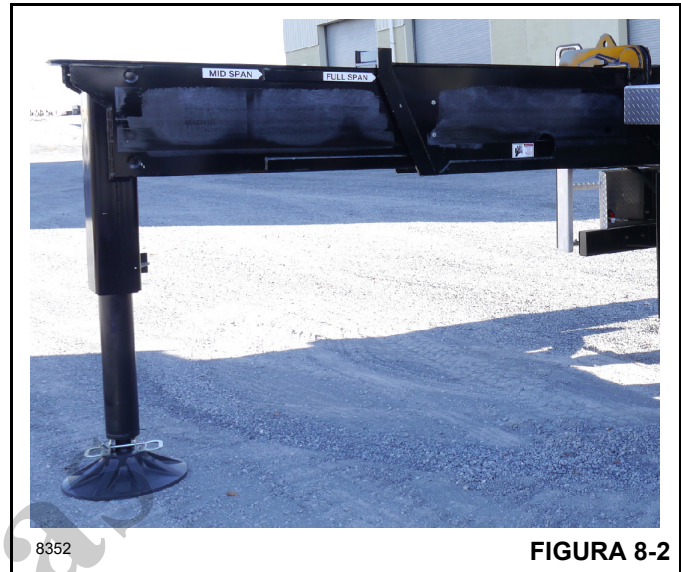

FIGURA 8-2
1. Estenda totalmente e apoie os estabilizadores. Consulte a Figura 8-2.